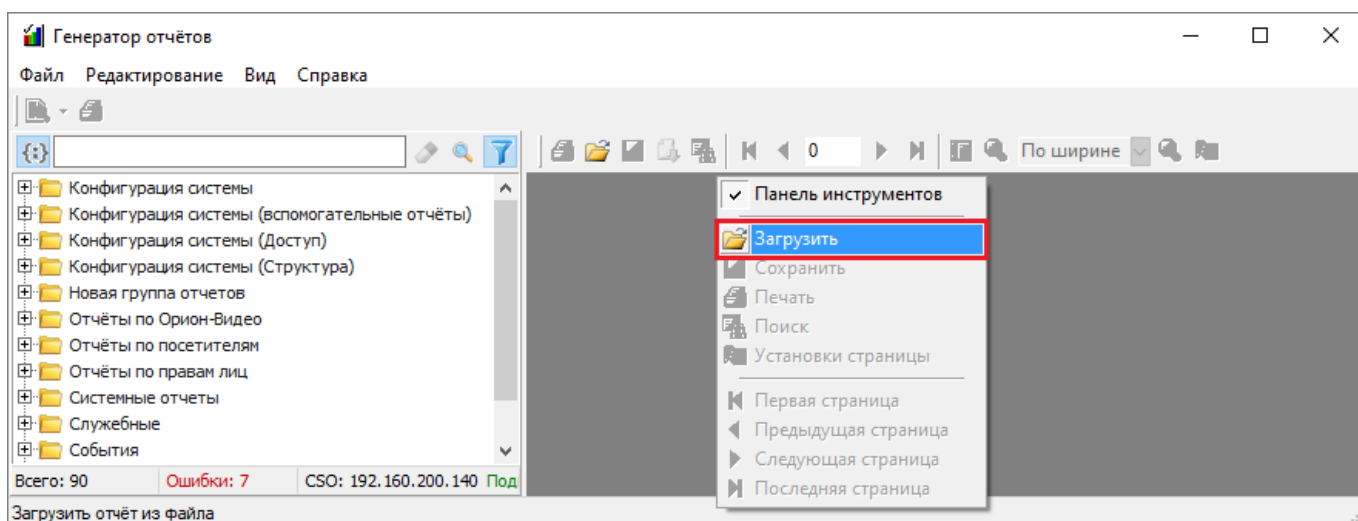

Рисунок 11-316 Загрузка отчета через контекстное меню области предварительного просмотра
- выберите в контекстном меню области предварительного просмотра (см. п. 11.5.5.1) пункт « Загрузить» (см. Рисунок 11-316),